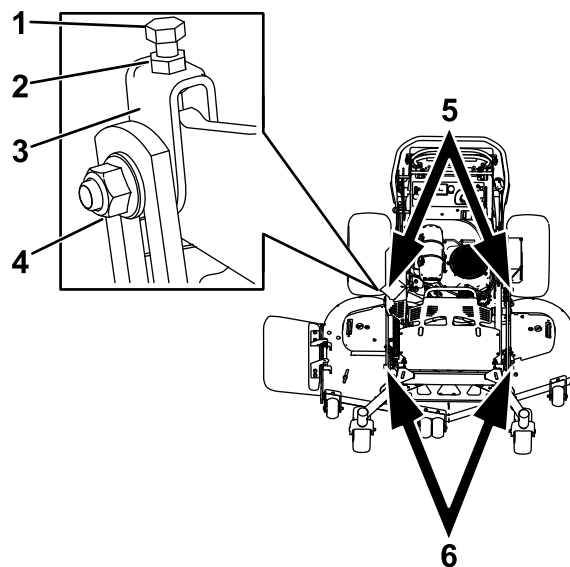

Figure 82
1. Desserrez l'écrou de blocage et l'écrou latéral dans les chapes que vous voulez régler (Figure 82).
2. Tournez le boulon supérieur de ces chapes pour régler la hauteur du tablier de coupe (Figure 82).
5. Si la mesure n'est pas correcte, localisez les 2 chapes avant sur la machine (Figure 82).